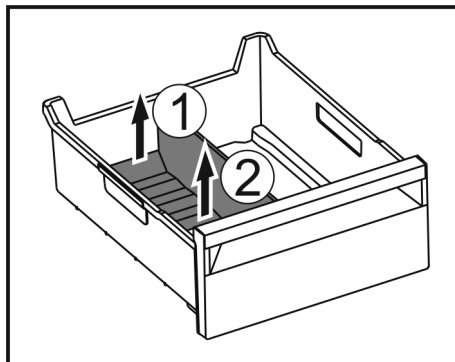

Fig. 147
- Løft den bageste del af frostrumsadskilleren. Fig. 147 (1)
- Tag frostrumsadskilleren op og ud. Fig. 147 (2)